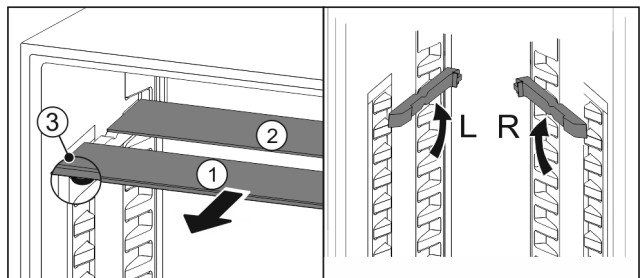

Fig. 19
- ▶ Посуньте Fig. 19 (1) скляну панель вперед.
- ▷ Скляна панель Fig. 19 (1) з декоративною планкою лежить спереду.
- ▷ Стопори Fig. 19 (3) показують вниз.